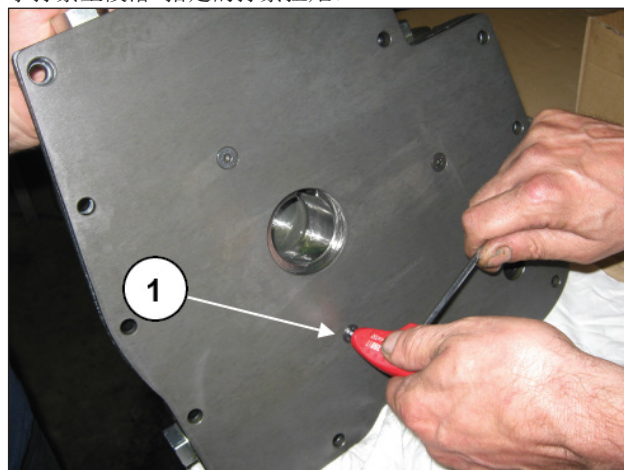

图 153
组装油泵体后板, 拧紧三个M6螺钉(①, 图 153)用扭力扳手拧紧至段落3指定的拧紧扭矩。